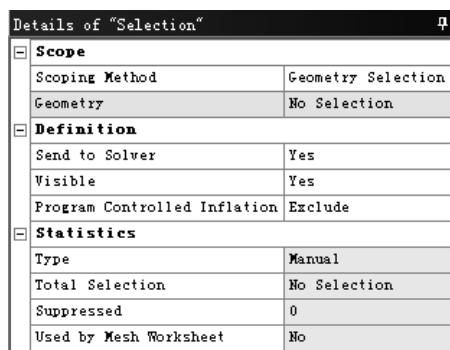

图 2.6.11 “Details of ‘Selection’”对话框
(1) 选择命令。在“Outline”窗口中右击 **Model (A4)** 节点，在弹出的快捷菜单中选择 **Insert** → **Named Selection** 命令，弹出图 2.6.11 所示的“Details of ‘Selection’”对话框。